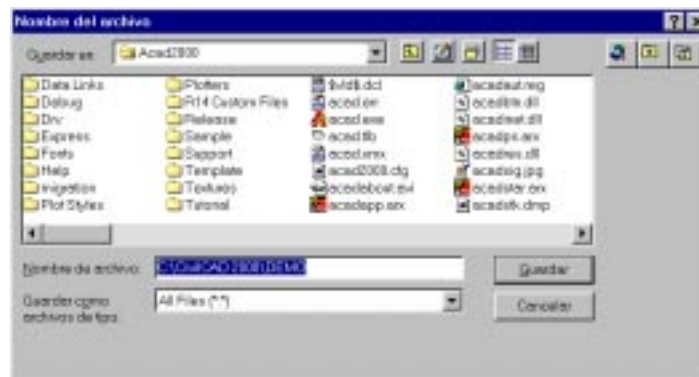

Fig. 15: Caja de diálogo para indicar nombre de archivo.
6. Al desaparecer la caja de diálogo aparece otra donde se indica el nombre que tendrá el archivo generado. Se puede dar cualquier nombre mientras tenga menos de ocho caracteres y una extensión hasta de tres caracteres (fig. 15).